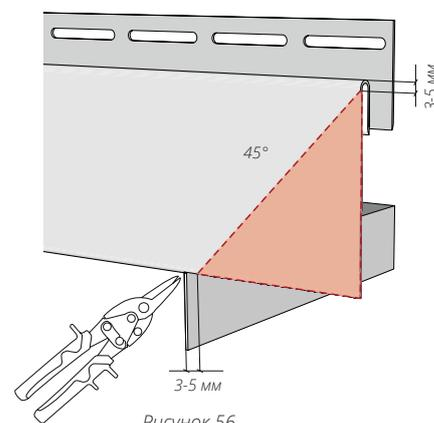
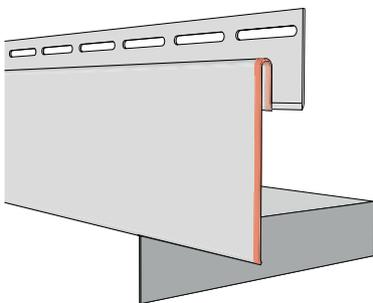
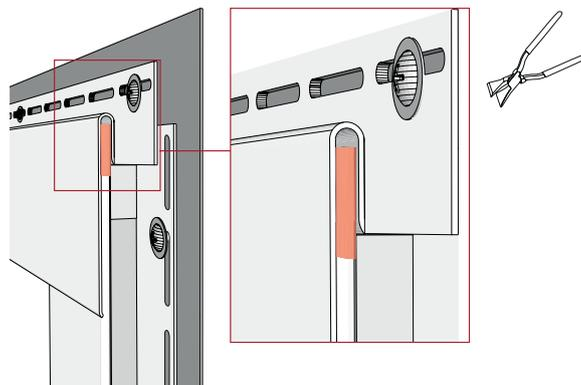

Рисунок 56
Рисунок 65
Рисунок 68
**15.11** Если соединение околооконных планок нужно выполнить под углом  $45^\circ$ , верхнюю околооконную планку с обеих сторон нужно подрезать согласно (рис. 56).
- 15.15** После монтажа околооконные и финишные планки должны оставаться подвижными, независимо друг от друга. На рис. 65, 66, 67 показаны части, которые необходимо точно подогнать. На рис. 68 показана верхняя часть боковой околооконной планки, которую можно поджать, используя клещи прямые, чтобы в месте примыкания был более легкий ход. При резе верхней околооконной планки под углом 45° (рис. 56) использовать поджим не нужно.